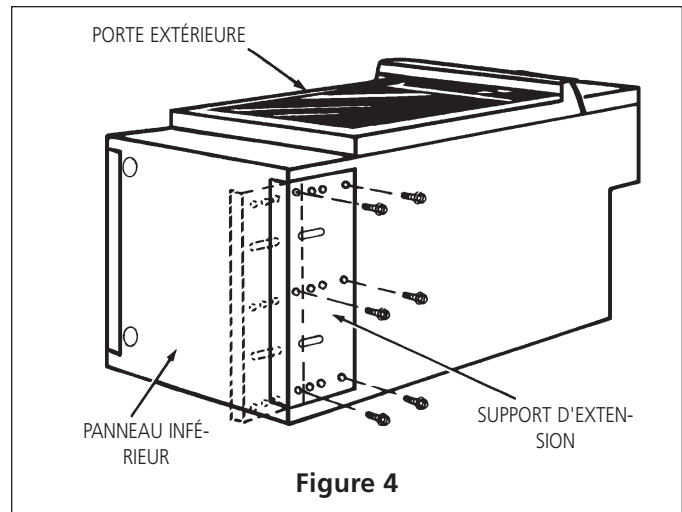

Figure 4
1. Déposez le four sur sa paroi arrière (voir figure 4).